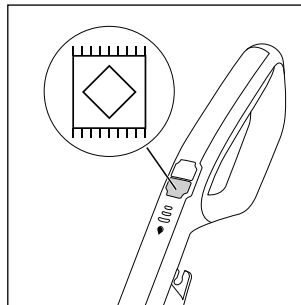

Fig. 17
- ♦ Para ligar o aparelho, prima o interruptor Alcatifa  **13** (ver fig. 17). O LED do interruptor Alcatifa  **13** acende-se com a cor azul.
- ◆ Para desligar o aparelho, prima novamente o interruptor Alcatifa **13** (ver fig. 17).